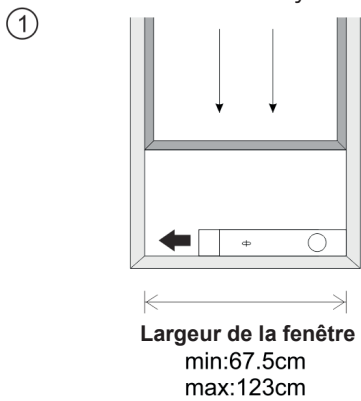

Fig. 5
Comme le montrent les figures 5 et 5a, veuillez vérifier la taille minimale et maximale de la fenêtre avant l'installation.
1. Installez le kit de fenêtre sur la fenêtre (Fig.5, Fig.5a);